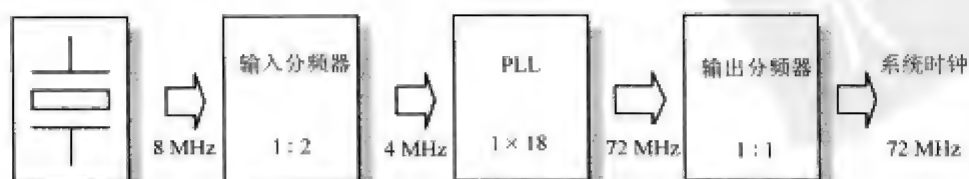

图 7-3 主振荡器时钟链
因此，当使用 Explorer 16 板或者 PIC32 Starter Kit 时，为了遵守第一条规则，就需要将输入时钟频率由 8MHz 降低为 4MHz。从图 7-1 中的框图或者图 7-3 中的简化图可以看出输入分频器是如何轻松地实现第一次降频的。
作为另一种优化应用系统的性能和功耗的方法, PIC32 为所有外围设备都提供了独立的时钟信号。通过将系统时钟发送至另一个分频电路 (由图 7-3 所示的模块链进一步扩展),就能产生外围设备总线 (PB) 时钟信号。高速处理器通常需要在定时器前使用大分频系数以获得所需的定时时间,另外,串行端口也需要使用大波特率分频器 (通常遇到的是这种情况)。幸亏有外围设备总线分频器,当处理器自由地运行在最高速度时,还可以减小外围设备总线消耗的能量。